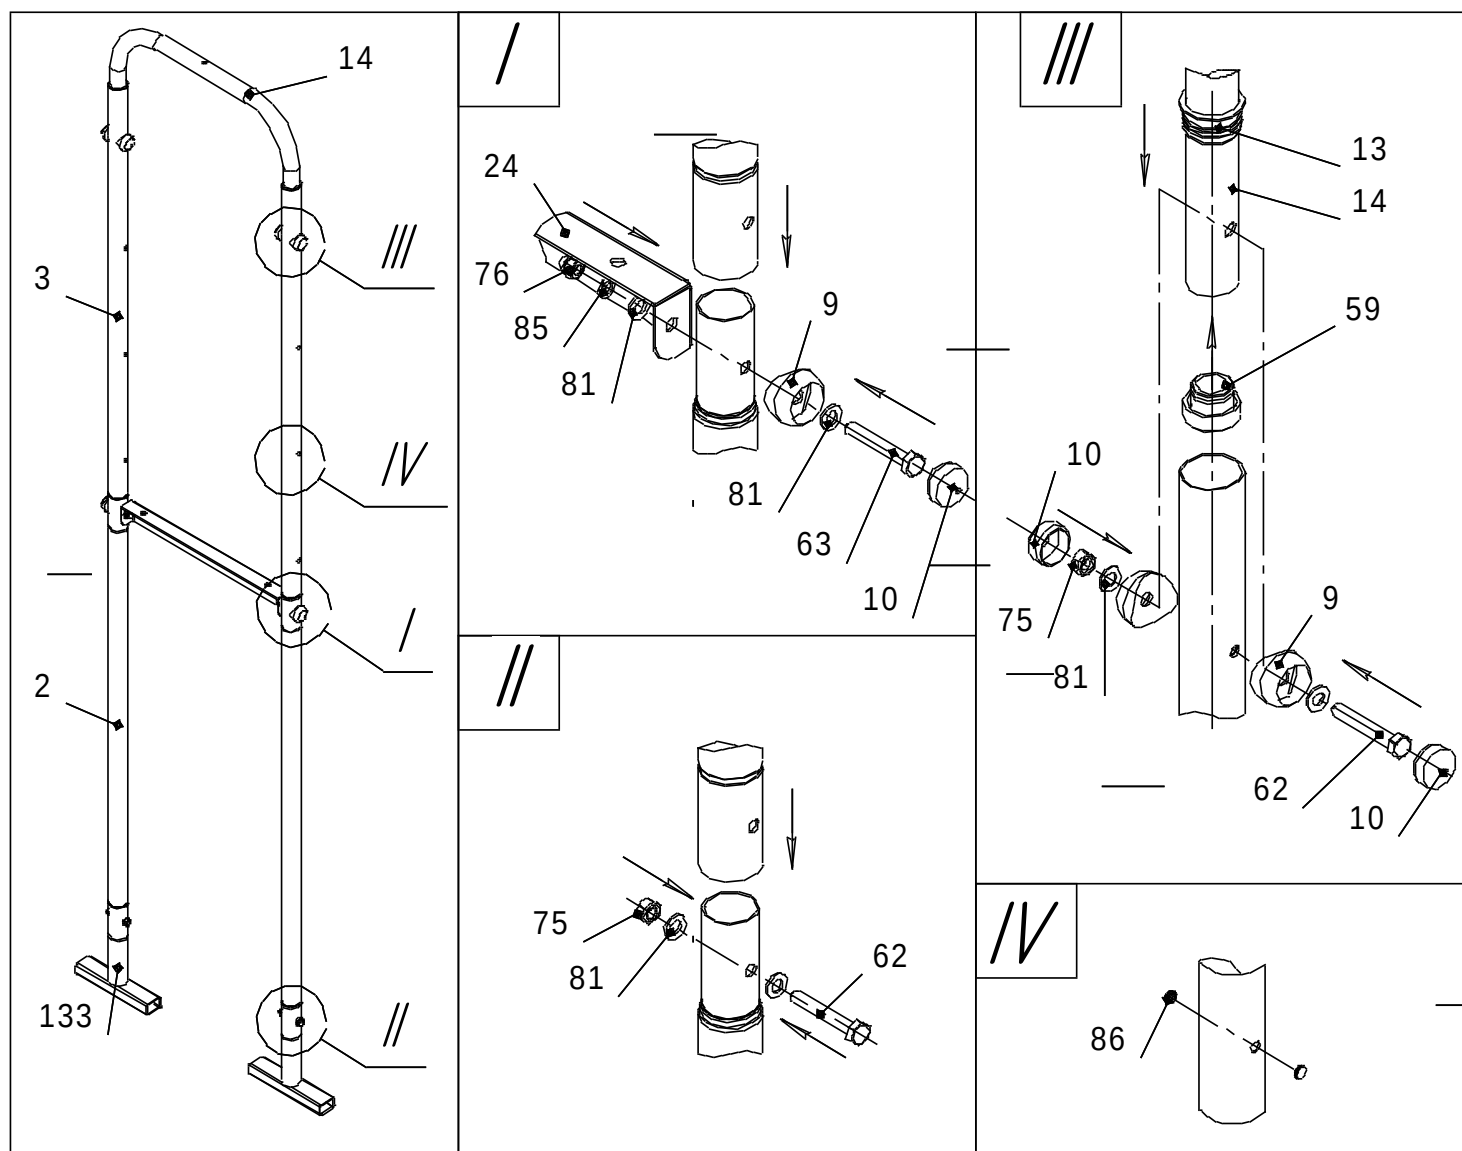

Рис.2
10.3.3 Собрать лестницу 1 (рис.2).